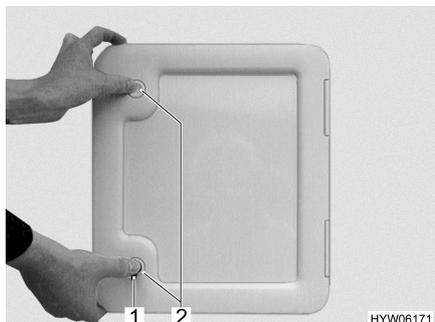

Fig. 92 Portillon pour le réservoir pour matières fécales
- Ouvrir le portillon pour le réservoir pour matières fécales à l'extérieur du véhicule. Insérer pour cela la clé dans le barillet du verrou à pression (Fig. 92,1) et la tourner d'un quart de tour dans le sens des aiguilles d'une montre.
- Appuyer du pouce et simultanément sur les deux verrous de pression (Fig. 92,2) et ouvrir le portillon pour le réservoir pour matières fécales.